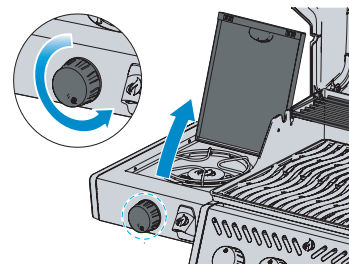

Fig. 2
5. Hvis brænderen ikke vil tænde - drej brænderkontrolknappen med uret til SLUK-positionen. Vent fem minutter. Gentag trin 3 og 4. (Fig. 2)